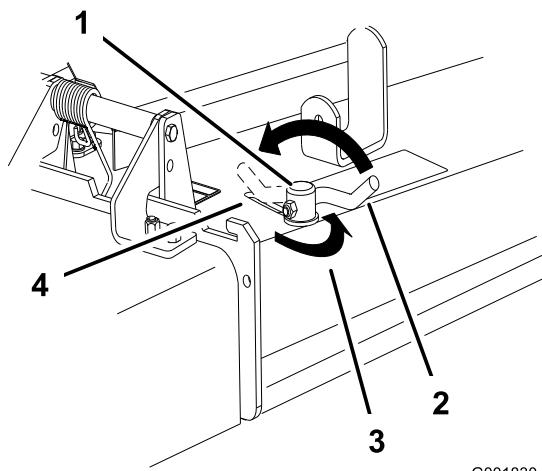

Figure 21
3. Pour régler le verrou à came, soulevez le levier pour desserrer le verrou (Figure 21).
5. Repoussez le levier à sa position d'origine pour serrer le déflecteur et le verrou (Figure 21).